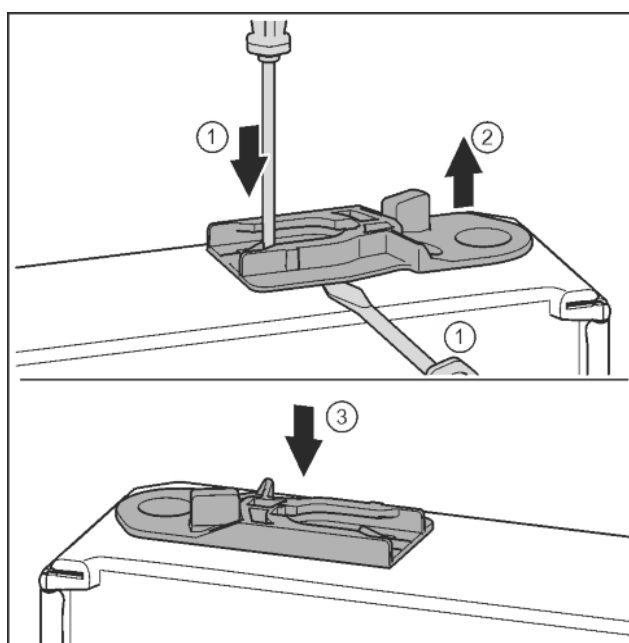

Fig. 31
- ▶ Витягніть направляюче гніздо: Натисніть шліцевою викруткою накладку і одночасно підведіть її під направляюче гніздо. *Fig. 31 (1, 2)*
- ▶ Направляюче гніздо, що входить до складу поставки, вставити з іншого боку корпуса. *Fig. 31 (3)*